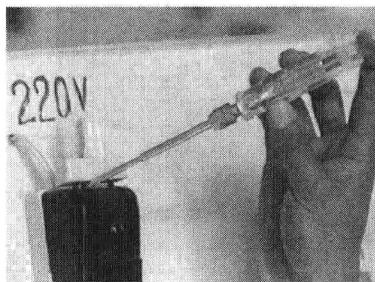

图 1-14 检查试电笔的好坏
(4) 使用注意事项
① 使用试电笔之前，首先要检查电笔内有无安全电阻，然后直观检查试电笔是否损坏，有无受潮或进水现象，检查合格后才能使用。
② 在使用试电笔测量电气设备是否带电之前，先要将试电笔在已知有电源的部位试一试氖气泡是否能正常发光。能正常发光，才能使用，如图 1-14 所示。